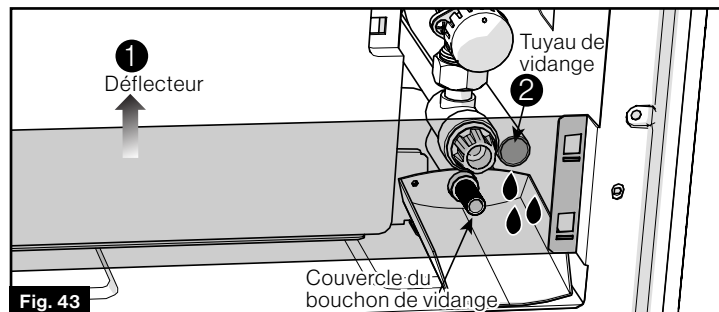

Fig. 43
- Vérifiez s'il y a de l'eau dans le tuyau de vidange. (Fig. 43) La présence d'eau dans le tuyau de vidange indique que la soupape de sécurité de surpression fonctionne correctement.